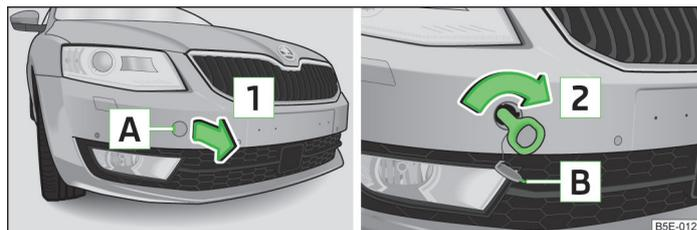

Abb. 169 Vorderer Stoßfänger: Ausbau der Abdeckkappe / Einbau der Abschleppöse
- Auf die Abdeckkappe im Bereich **A** » Abb. 169 drücken.
➤ Die Abschleppöse von Hand in Pfeilrichtung **[2]** » Abb. 169 bis zum Anschlag einschrauben.